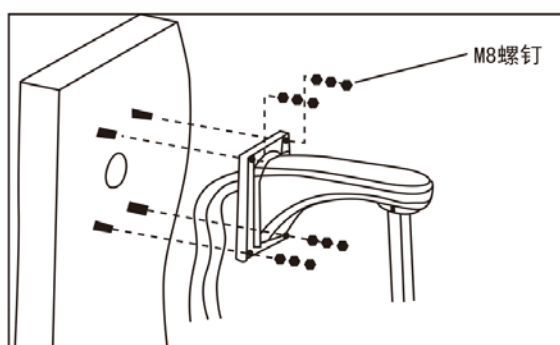

图3
b. 如图3所示，将电线电缆穿过壁挂支架，并将壁挂支架固定到墙壁上。